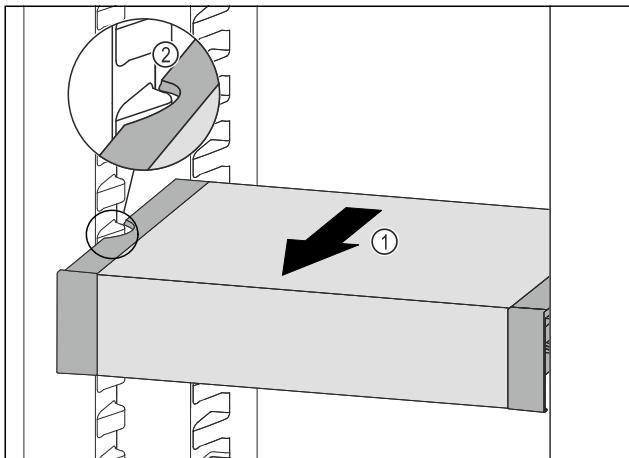

Fig. 65
- Predal VarioSafe povlecite naprej Fig. 65 (1), dokler nista stranska izreza predala VarioSafe na višini nastavka za posodo v hladilniku. Fig. 65 (2)